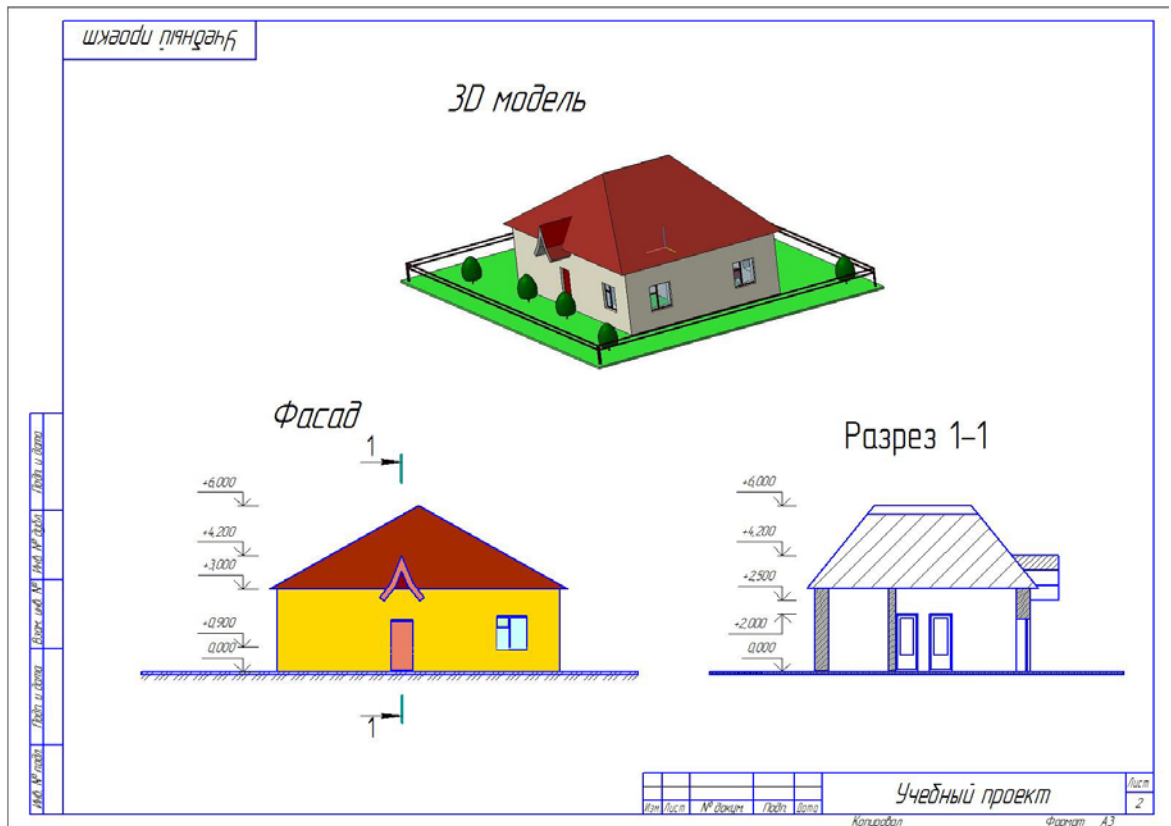

Рисунок 3.1.11. Образец построения фасада и разреза Учебного проекта.
3. Постройте фасад и разрез дома, выполненного в **Учебном проекте** (Рис. 3.1.11).